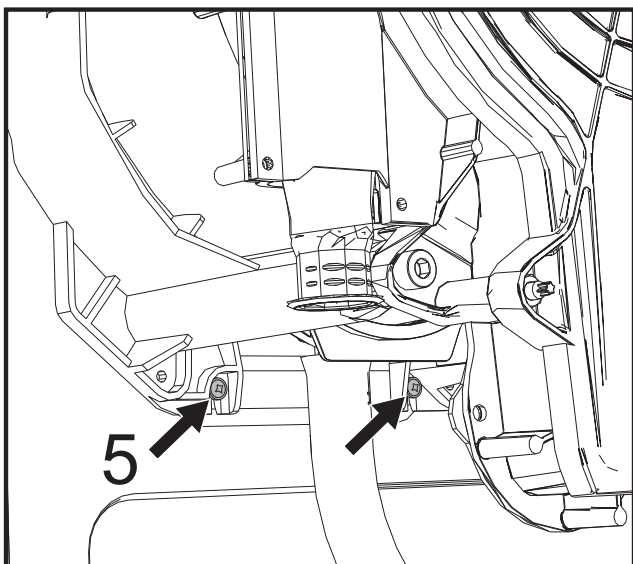

рис. 48
- Снимите 2 **нижних винта "5"** крепления теплообменника к раме (рис. 48).